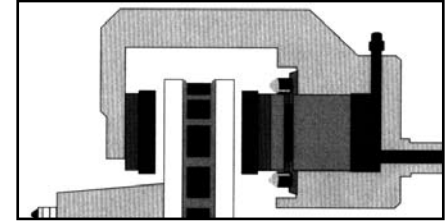

Fig. 35 - Pinça de freio flutuante
- Freio a disco com pinça flutuante (Fig. 35)